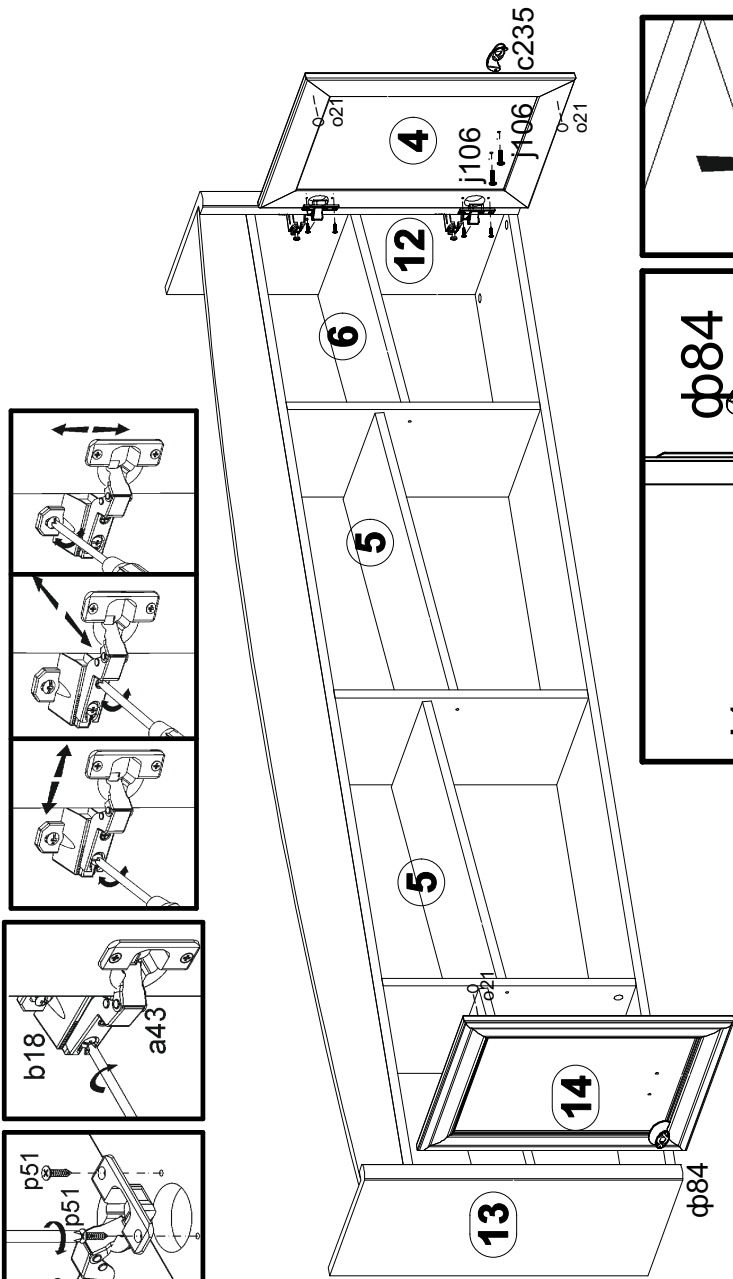

Рисунок 5
15. Присоединить петли шарнирные **a43** к дверям **4, 14** при помощи шурупов **p51** (см. рис. 5)
16. Навесить двери **4, 14** на корпус шкафа настенного, совместив петли шарнирные **a43** с ответными планками петель **b18** на стенках боковых **12, 13**. При необходимости отрегулировать положение двери, вращая регулировочные винты (см. рис. 5).
17. На внутренней поверхности дверей в отверстия $\varnothing 5$ мм вставить винты **j106**. Снаружи совместить отверстия ручки **ф84** с резьбой винтов и завернуть винты, удерживая ручку. Закрепить на внутренней поверхности дверей силиконовые отбойники **o21** (см. рис.5).